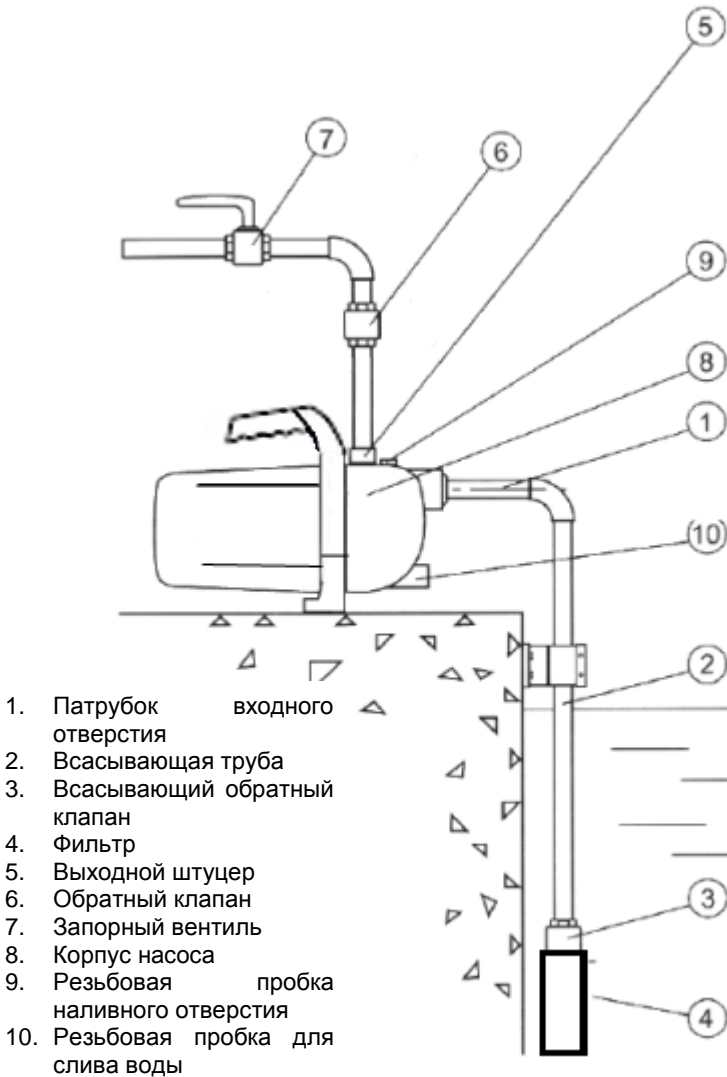

Рис.1
- Используйте всасывающую трубку (2; рис.1), диаметр которой аналогичен патрубку выходного отверстия (1; рис.1).
- Во избежание повреждения насоса от гидравлического удара установите на шланг подачи воды контрольный клапан (6; рис.1).
- Для упрощения обслуживания поставьте за обратным клапаном, далее по направлению тока воды, запорный вентиль (7; рис.1).
- Присоедините непосредственно к штуцерам или через переходные ниппели, соответственно, всасывающую линию – к патрубку входного отверстия (1; рис.1), в напорную линию – к выходному штуцеру (5; рис.1). Проверьте правильность подсоединения шлангов.
Вывинтите резьбовую пробку наливного отверстия (9; рис.1). Медленно залейте в насос (8; рис.1) чистую воду до его заполнения. Если вы хотите сократить время, необходимое для всасывания, заполните водой и всасывающую линию. Завинтите резьбовую пробку наливного отверстия. Откройте напорную линию (путем открывания водопроводного крана, разбрызгивателя ит.п.), чтобы обеспечить выход воздуха во время всасывания.
- Для включения насоса установите выключатель (on/off) (1; рис.1) в положение '1'.
- Для выключения насоса установите выключатель (on/off) (1; рис.1) в положение '0'.